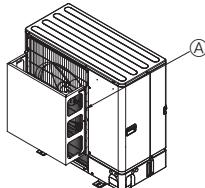

Fig. 2-4
- ② Installeer een optionele luchtgleider als het apparaat wordt geïnstalleerd op een plaats waar krachtige windstoten bij storm etc. rechtstreeks de luchtauitlaat kunnen binnendringen. (Fig. 2-4)